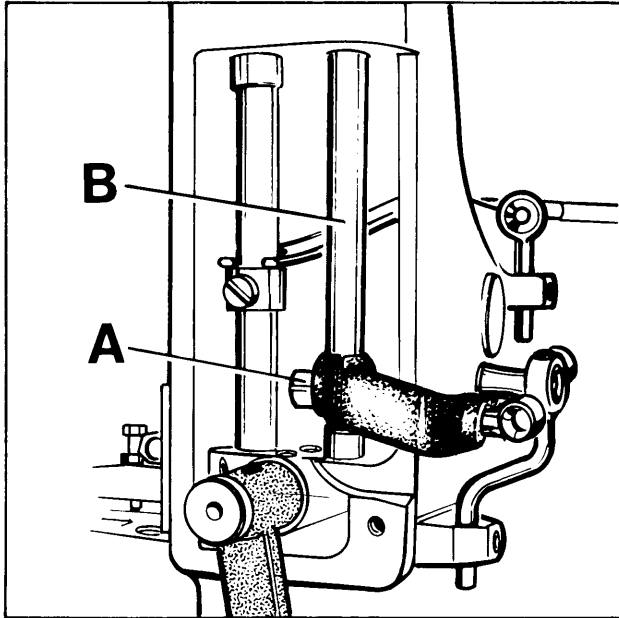

Fig. 10
If an adjustment is necessary loosen clamp screw (A, Fig. 10) in the needle bar connection and move the needle bar (B) up or down, as required. Care should be taken not to disturb the alignment of the needle bar when making this adjustment. Retighten clamp screw.
De ser necesario algún ajuste adicional, suelte el tornillo sujetador (A, Fig. 10) en la conexión de la barra de aguja y mueva la barra de aguja (B) hacia arriba o hacia abajo, como sea necesario. Tenga mucho cuidado de no descuadrar la alineación de la barra de aguja mientras efectúe este ajuste. Apriete de nuevo el tornillo sujetador.